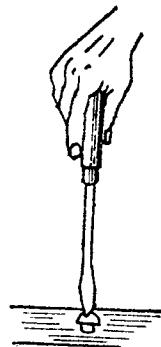

图 1-5 起子的运用
(1) 使用前应擦净起子柄上和端口上的油污，以免工作时滑脱。
(2) 起子口应与螺钉槽口相适应，太松或太紧必须调换，否则会损坏起子及螺钉槽口。
(3) 使用时，以右手握持起子，手心抵住柄端，使起子口与螺钉槽口垂直而吻合（如图1-5）。当开始旋松或最后旋紧时，应用力将起子压紧再用手腕按需要扭转。当螺钉松动后，即可使手心轻压起子柄，用拇指、中指和食指快速扭转。使用较长的起子时，可用右手压